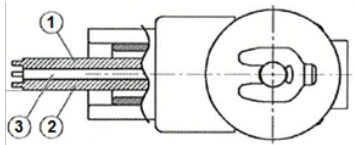

Abbildung 4. Leitung
- Die Biegung der Anschlusskabel darf bei einem Radius von weniger als 20 mm 90° nicht überschreiten, da sonst Beschädigungen auftreten können. Siehe Abbildung 4.